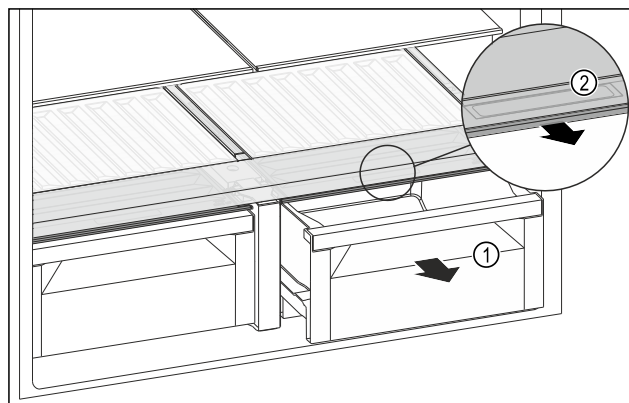

Fig. 122
- Retirer le tiroir Fig. 122 (1).
- Saisir la poignée encastée Fig. 122 (2) du couvercle du compartiment et tirer le couvercle du compartiment par l'avant.